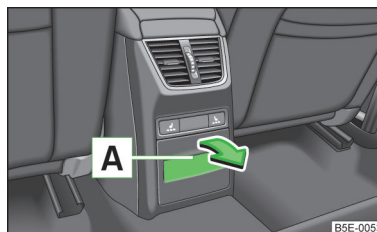

Fig. 75
- Trageți de partea superioară a adânciturii **A** » fig. 75 și deschideți compartimentul în sensul indicat de săgeată.